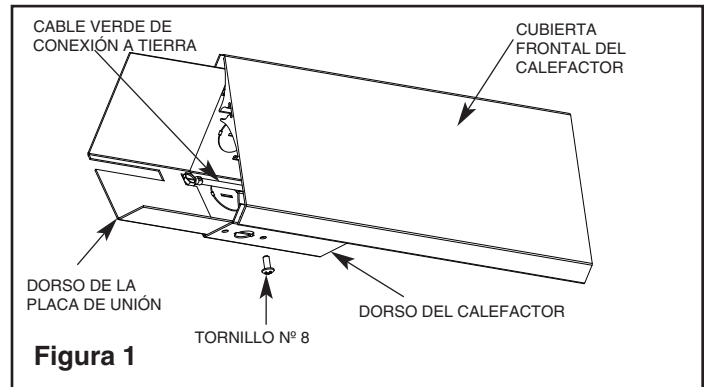

Figura 1
- Mediante un destornillador o una llave para tuercas de (5/16", alinee el conductor de conexión a tierra como se indica en la Figura 1. Alinee el conductor de conexión a tierra del calefactor izquierdo.
- Localice el dorso de la placa de unión. Alinee los agujeros de montaje con el agujero de montaje que está en el dorso del calefactor (caja de conexiones). Instale el tornillo N° 8-18 x 3/8 en el agujero derecho (vea la Figura 1).